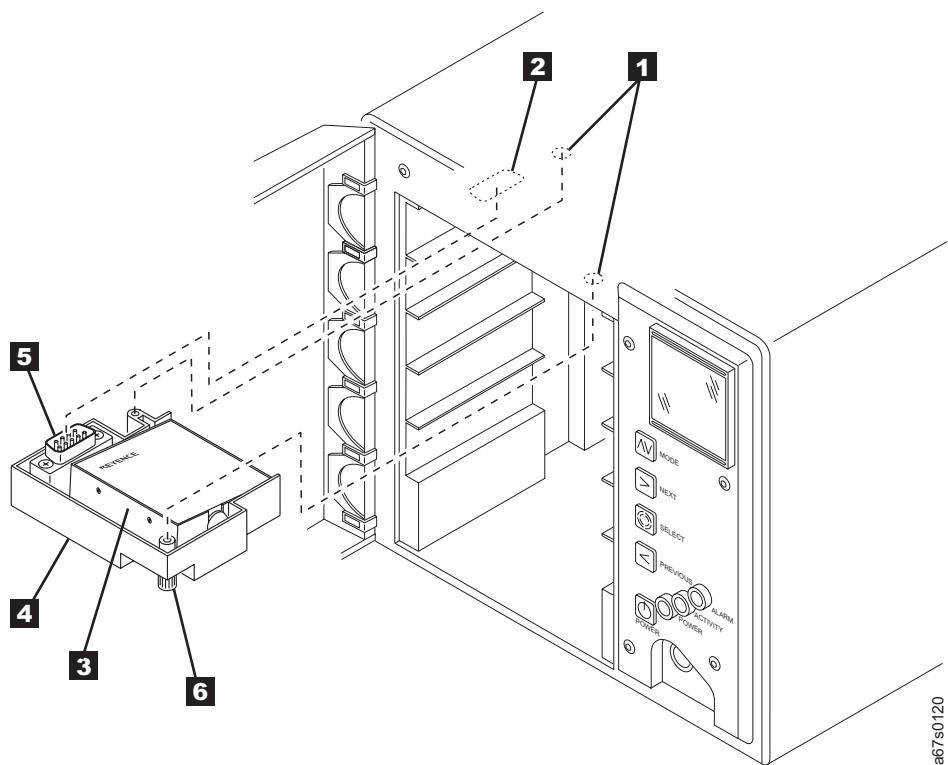

Abbildung 21. Barcode-Leseeinheit einbauen
6. Lösen Sie die beiden Rändelschrauben (siehe **6** in Abb. 21) auf der Halterung **4** der Barcode-Leseeinheit.
1. Sehen Sie sich Abb. 21 an und suchen Sie das Befestigungsloch **1** und den Schnittstellenanschluss **2** an der Innenseite der oberen Platte des Autoloaders direkt über dem Kassettenablagefach 1.